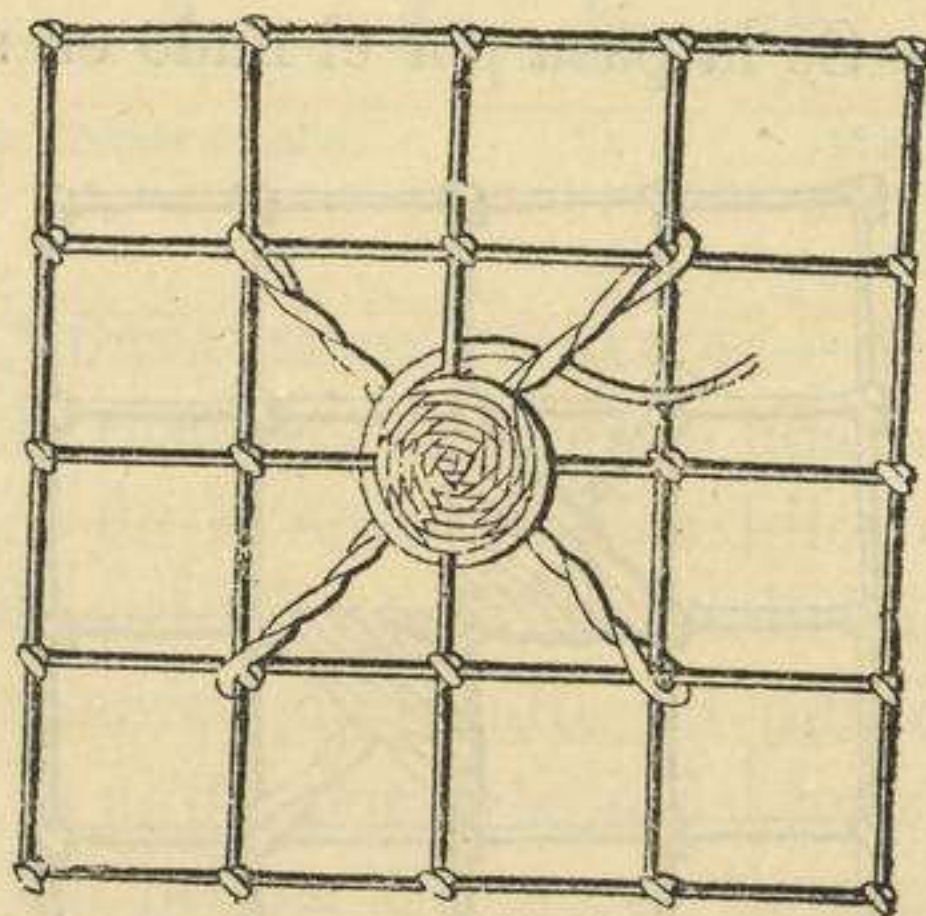

Fig. 185.— Lunar.
**LUNAR.**— Se le hace sobre cuatro cuadros. — Se principia haciendo una *cruz* y se conduce la hebra al centro, para darle cinco, seis ó siete vueltas en espiral, pasando alternativamente por encima y por debajo de cada hilo. Al final de cada vuelta habrá que pasar por debajo de dos hilos, como la posición de la hebra lo indica en la fig. 185, á fin de componer un número de hilos impares y formar bien el zurcido.
ROSETA DE RELIEVE.—Se hace un lunar (véase la fig. 185), que llenará los cuatro cuadros. Después de esto, se hacen por encima ocho hojitas al *punto de posta*. (Véase más adelante la explicación de este punto.)